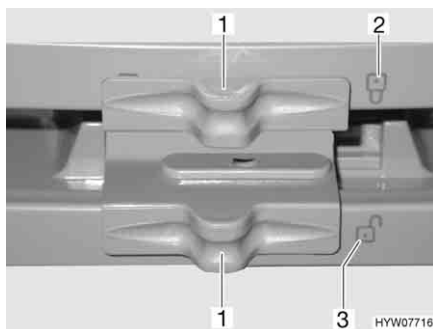

Fig. 189 Bloccaggio della porta del frigorifero/del vano congelatore (serie Dometic 7 con vano congelatore separato)
- Spingere il bloccaggio (Fig. 189,1) di lato in modo che la serratura aperta "G" (Fig. 189,3) sia visibile.
- Spingere il bloccaggio (Fig. 189,1) di lato in modo che la serratura aperta "G" (Fig. 189,2) sia visibile.